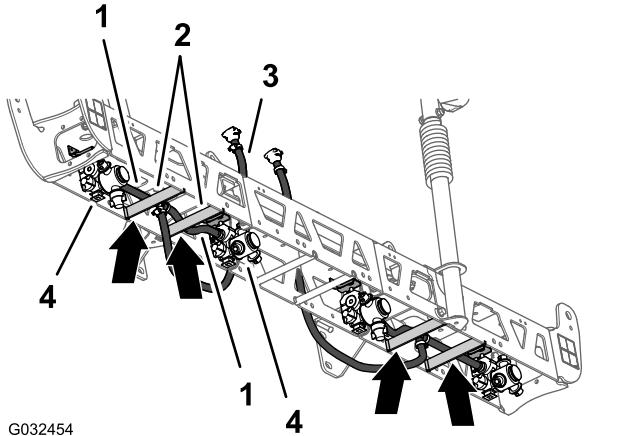
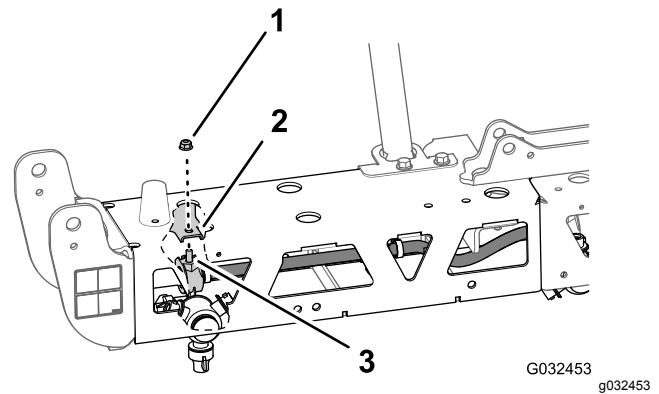

Figure 59
Figure 60
1. Faites passer l'ensemble flexibles (13 mm) et buse entre les raidisseurs du cadre en treillis extérieur (Figure 59).
2. Faites passer le flexible et la buse au-dessus du raidisseur de cadre en treillis et vers l'extérieur vers le support de buse extérieur (Figure 59).
3. Insérez le boulon à tête hexagonale (5/16" x 3/4") de la buse de pulvérisation dans le trou du support de buse et fixez légèrement la buse sur le support avec un contre-écrou à embase (5/16") du kit de finition du système de pulvérisation GeoLink (Figure 60).
4. Faites passer l'autre ensemble flexible (13 mm) et buse entre les raidisseurs du cadre en treillis extérieur (Figure 59).
5. Faites passer le flexible et la buse au-dessus du raidisseur de cadre en treillis et vers l'intérieur vers le support de buse intérieur (Figure 59).
6. Insérez le boulon à tête hexagonale (5/16" x 3/4") de la buse de pulvérisation dans le trou du support de buse (Figure 60) et fixez légèrement la buse sur le support avec un contre-écrou à embase (5/16") que vous avez retiré aux opérations 1 et 4 de Dépose des buses de pulvérisation (page 27).
8. Acheminez le flexible et le raccord cannelé (13 x 810 mm) vers le côté de la section de pulvérisation centrale avec les pattes de support gauche et droite (Figure 59).
9. Répétez les opérations 1 à 8 pour l'autre ensemble flexible et buse sur l'autre cadre en treillis extérieur (Figure 59 et Figure 60).